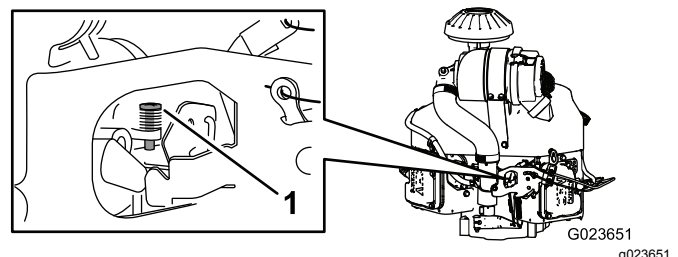

Bild 67
4. Stellen Sie die Anschlagsschraube am Vergaser (Bild 67) so ein, dass die Leerlaufgeschwindigkeit zwischen 1350-1550 U/min liegt.